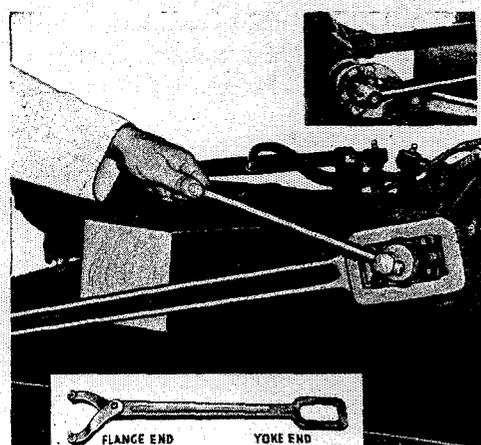

Fig. 173 Schlüssel zum Halten des Mitnehmerflansches
9. Vor dem Ausbau des Kegelrades ist der Mitnehmerflansch zu entfernen. Mit Werkzeug C-784, Fig. 173, ist die Welle zu halten, damit die Mutter gelöst werden kann, worauf mit Werkzeug W-172, Fig. 152, der Mitnehmerflansch abzuziehen ist.